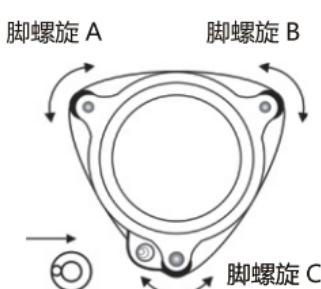

图 1
- (1) 将脚架安置在测试点上，仪器安装 在三脚架基座强制中心孔内，锁紧基座固定钮，使仪器稳定。
- (2) 调节三脚架高度，使望远目镜高度与观测高度大致相同。
- (3) 相向转动脚螺旋 A、B 使气泡移至垂直于 A、B 连线的圆水准器线上（图 1），转动脚螺旋 C，使水泡居于圆水准器中心（图 2）。
- (4) 打开上激光开关 14，第一次按下“开”打开瞄准激光器，第二次打开下激光开关 15，松开基座固定钮，平移仪器至对点激光点与基准点对准。